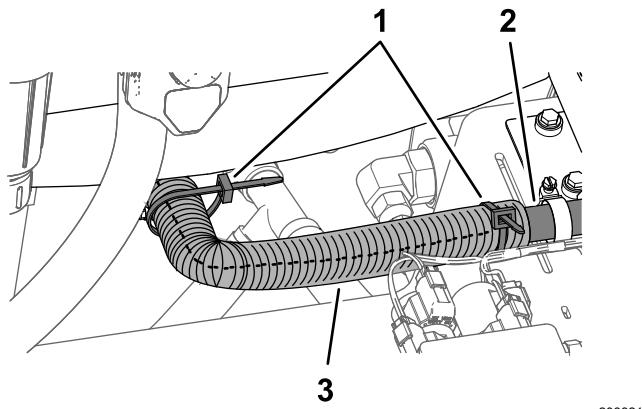

Bild 32
6. Montieren Sie den geteilten Wellenschlauch am Schlauch (43,3 cm) zwischen dem Spülbehälter und der Spülbehälterpumpe und befestigen Sie den Schlauch mit zwei Kabelbindern (Bild 32).